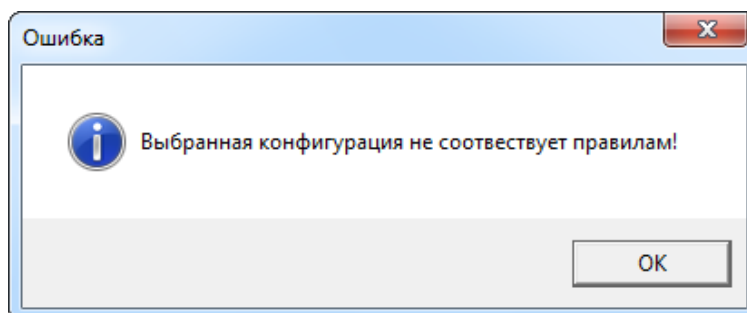

Рис. 10-211 – Конфигурация не соответствует правилам
13) Система автоматически отслеживает выполнение правил совместимости опционов и в случае их невыполнения в нижней части окна появится сообщение об ошибке и название правила, которое не выполнено (рис. 10-211).